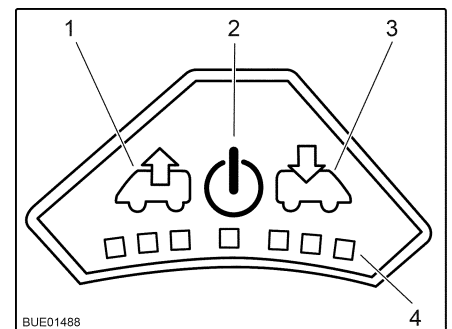

Fig. 86 Panneau de commande du ventilateur
- Appuyer sur la touche Marche/Arrêt (Fig. 86,2). Le ventilateur fonctionne en mode confort (aération à faible vitesse de rotation).
- Pour augmenter la vitesse de rotation du ventilateur : Appuyer sur la touche Ventiler (Fig. 86,1). La vitesse de rotation du ventilateur augmente d'un niveau de puissance dans le sens de l'échappement. Les DEL (Fig. 86,4) montrent les niveaux de puissance.
- Pour réduire la vitesse de rotation du ventilateur : Appuyer sur la touche Aérer (Fig. 86,3). La vitesse de rotation du ventilateur diminue d'un niveau de puissance.
- Pour augmenter la vitesse de rotation du ventilateur : Appuyer sur la touche Aérer (Fig. 86,3). La vitesse de rotation du ventilateur augmente d'un niveau de puissance dans le sens de l'aération. Les DEL (Fig. 86,4) montrent les niveaux de puissance.
- Pour réduire la vitesse de rotation du ventilateur : Appuyer sur la touche Ventiler (Fig. 86,1). La vitesse de rotation du ventilateur diminue d'un niveau de puissance.
- Appuyer sur la touche Marche/Arrêt (Fig. 86,2). Le ventilateur s'arrête, les DEL s'éteignent.